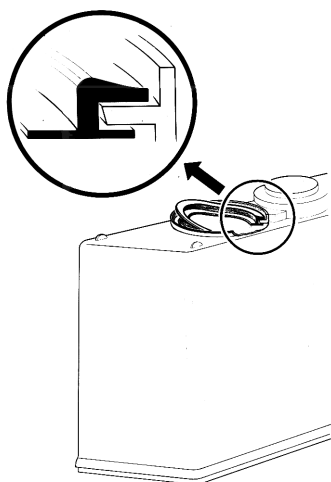

figure 9
- 3 - Replacer le joint du réservoir en laissant la couronne plus épaisse au dehors du réservoir (voir figure 9).